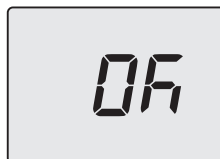

Figura 5.51
- Premendo il tasto 14 (Figura 5.46) si ottiene la conferma del valore inserito. Il display visualizzerà per 5 sec. quanto segue (Figura 5.51) poi, si porterà al livello superiore.